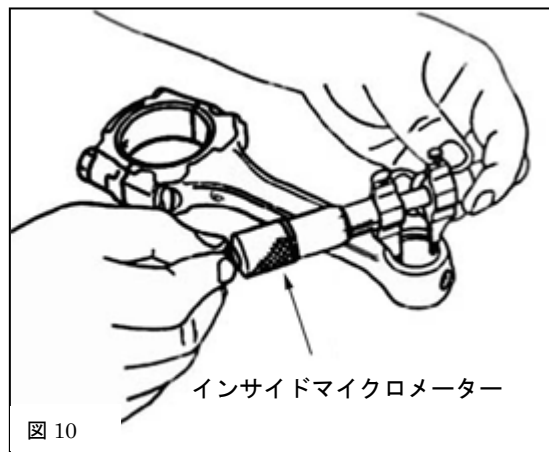

図 10
6.1 コンロッド小端部内径を、インサイドマイクロメーターを用いて測定します。(図 10)